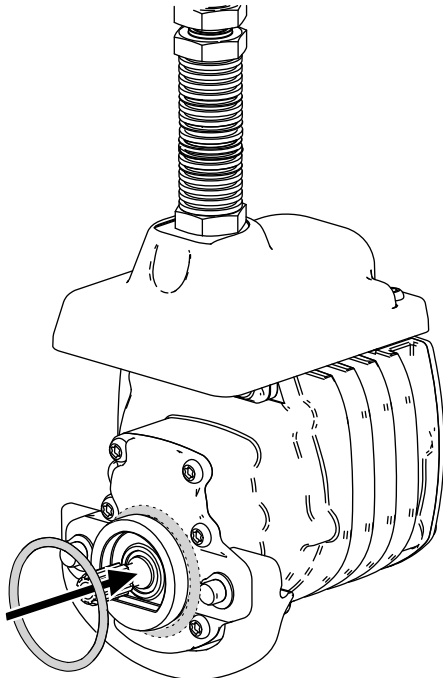

Figure 7
3. Placez un joint torique sur chaque moteur de cylindre, comme montré à la Figure 7.